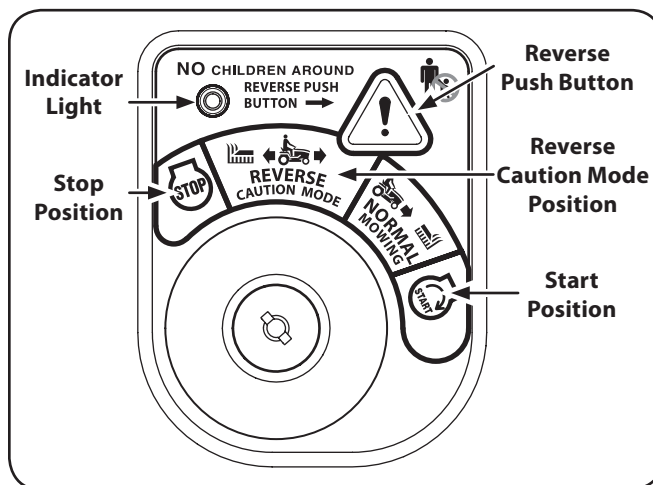

Figure 5-1
2. Gire la llave de la posición de poda NORMAL (verde) a la posición de modo de precaución marcha atrás (amarillo) del módulo de interruptor de llave. Vea la Figure 5-1.
3. Presione el botón de empuje inverso (naranja, botón Triangular) en la esquina superior derecha del módulo de interruptor de llave. La luz indicadora roja en la parte superior, izquierda del módulo de interruptor de llave estará encendido mientras activado. Vea la Figure 5-1.